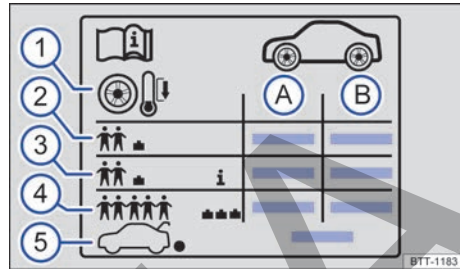

Fig. 168 Símbolos en el adhesivo de la presión de los neumáticos.
Leyenda de la fig. 168:
En función del vehículo, el adhesivo de la presión de los neumáticos puede incluir una presión de confort → fig. 168 ③. La presión de confort permite aumentar el confort de marcha. Cuando se circula con esta presión, puede que se incremente el consumo de combustible.